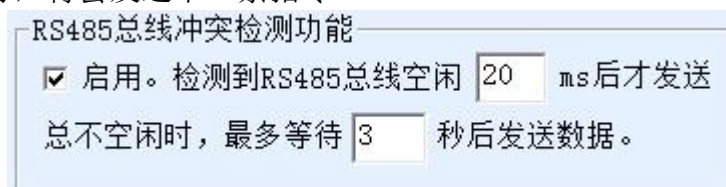

图 55 RS485 防冲突空闲时间
1. 图 55 所示为“RS485 总线防冲突时间”，一般可以设置为参数配置界面右下角的“数据包间隔”的两倍，但是最小不能小于 20。
此时需要注意的是需要将图 55 所示为“RS485 总线防冲突时间”和图 54 所示为“RS485 指令应答超时时间”的两个勾去掉。否则无法实现上述转发功能。